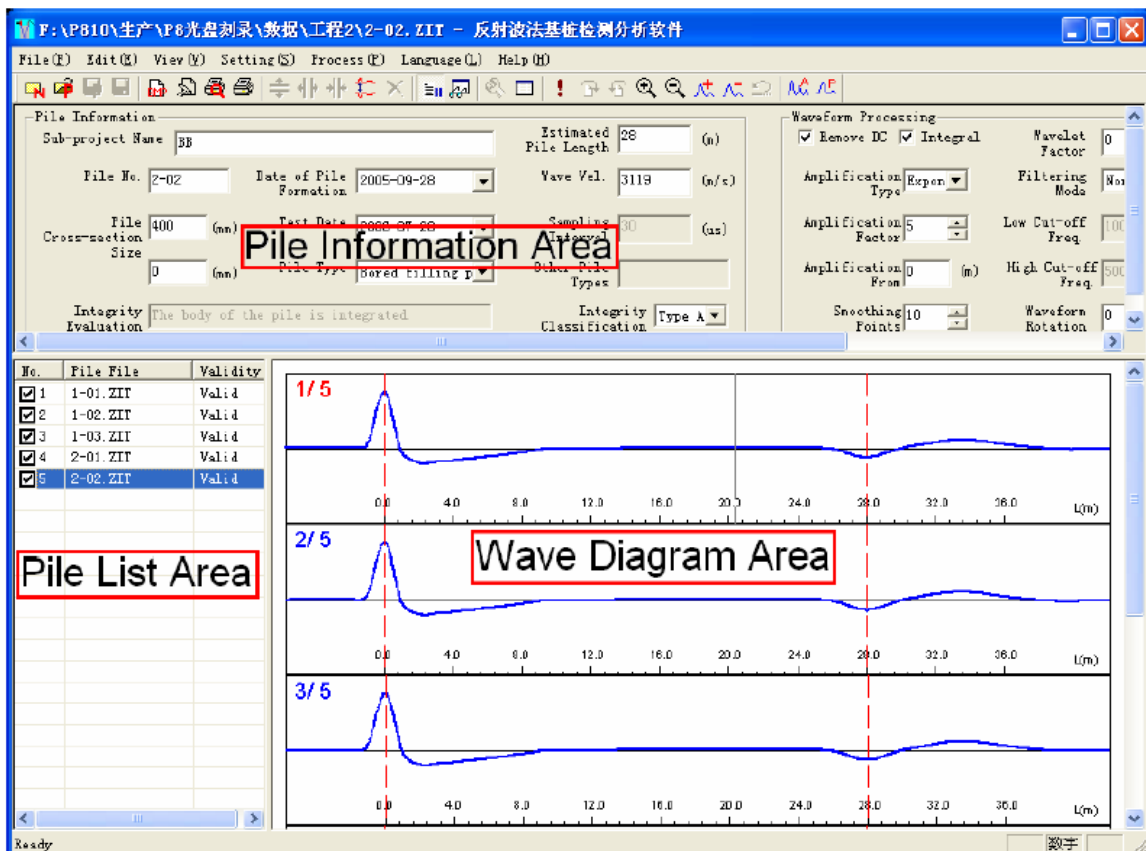

Figura 3.1.1 Interfaccia principale del software
L'interfaccia di questo software è composta da sette parti (Figura 3.1.1): Barra del titolo, Barra dei menu, Barra degli strumenti, Barra di stato, Area informazioni palo, Area lista pali, Area diagramma onda e Area diagramma palo.
7. Area del diagramma delle onde si trova nella parte destra dell'interfaccia principale e mostra l'oscillogramma del palo corrente (Figura 3.1.1). L'area della forma d'onda visualizza tutta la forma d'onda rilevata del palo corrente. Quando ci sono molte forme d'onda che non possono essere completamente visualizzate in una schermata, ci sarà una barra di scorrimento a destra dell'area del diagramma. Le forme d'onda saranno ingrandite facendo doppio clic con il tasto sinistro del mouse su qualsiasi forma d'onda.